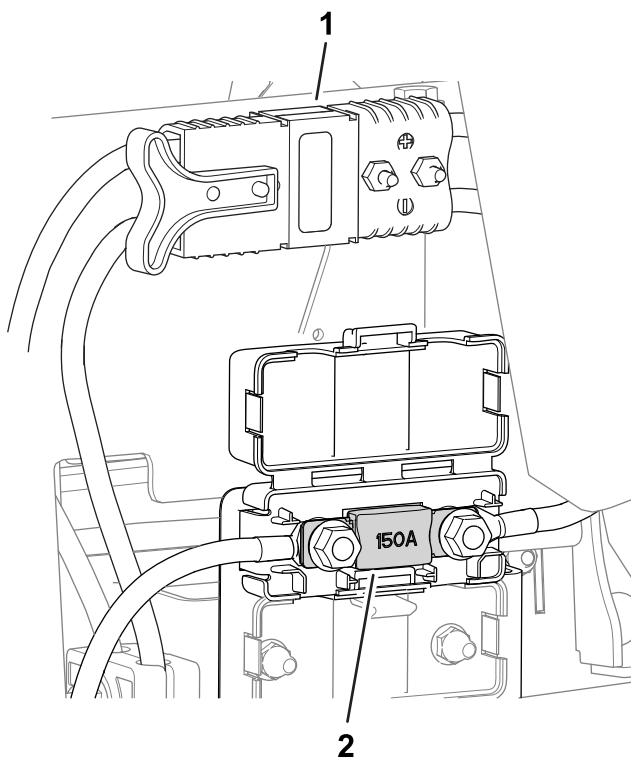

Figure 60
- Le fusible du système électrique est situé sous les connecteurs d'alimentation principale (Figure 60).